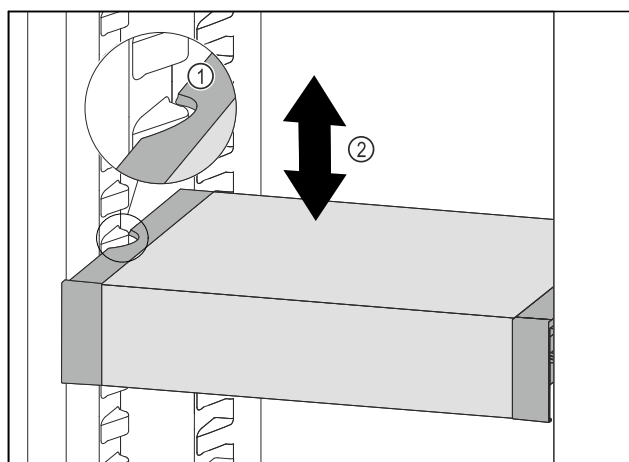

Fig. 106
- Trageți în față VarioSafe, până când degajările laterale ale VarioSafe se află la înălțimea nervurii recipientului din frigider. Fig. 106 (1)
- Mișcați în sus sau în jos VarioSafe în frigider, până când este atinsă înălțimea dorită. Fig. 106 (2)